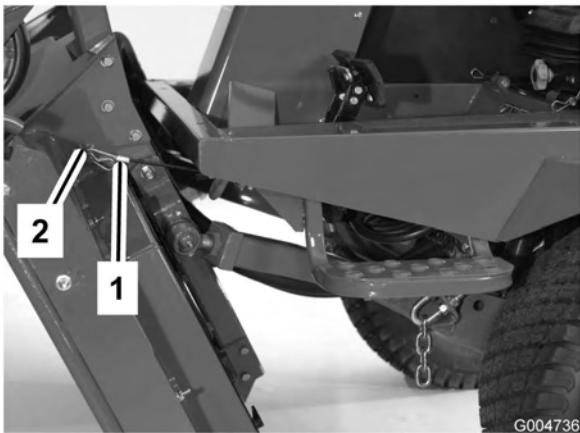

Figura 84
- Sujetando la unidad de corte en posición vertical, coloque el extremo del cable sobre el pasador del brazo de elevación de la unidad de corte y fíjelo con el pasador de horquilla (Figura 84).